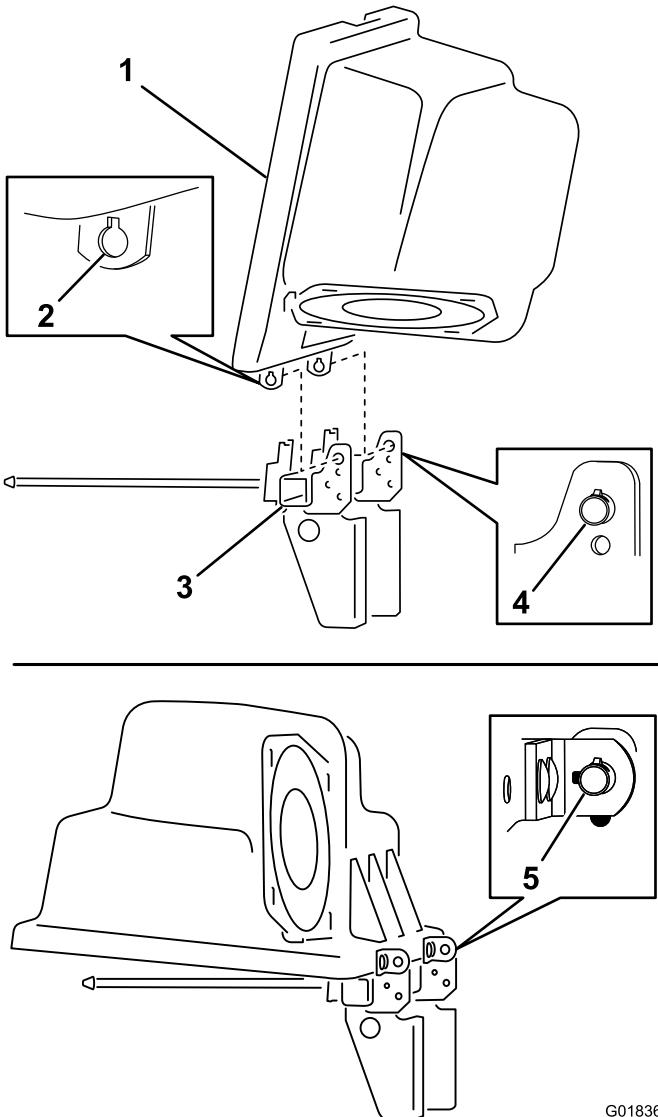

Figure 16
1. Sur le capot, localisez la fente en trou de serrure dans les supports gauche et droit (Figure 16).
2. Sur le cadre de support de la trémie, localisez les 2 goupilles clavetées sur les supports de pivot en haut du cadre de support de trémie (Figure 16).
3. Tournez le capot de sorte que la fente en trou de serrure soit en haut et alignez le capot sur la droite des goupilles de pivot clavetées (Figure 16).
4. Montez le capot sur le cadre de trémie en engageant les supports munis des fentes en trou de serrure sur les goupilles clavetées (Figure 16).
5. Pivotez le capot vers le bas pour fixer le capot au cadre de support de trémie, comme montré à la Figure 16.